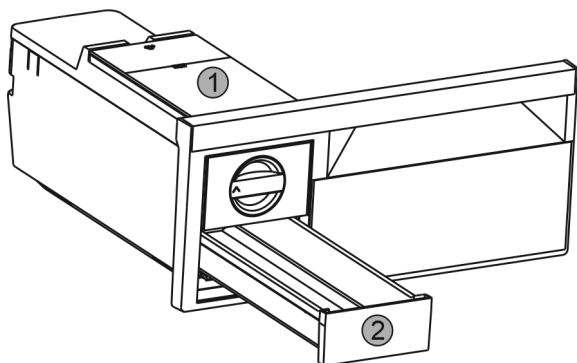

Fig. 41
- Извадете резервоара за вода Fig. 41 (1) и чекмеджето за ледени кубчета Fig. 41 (2).